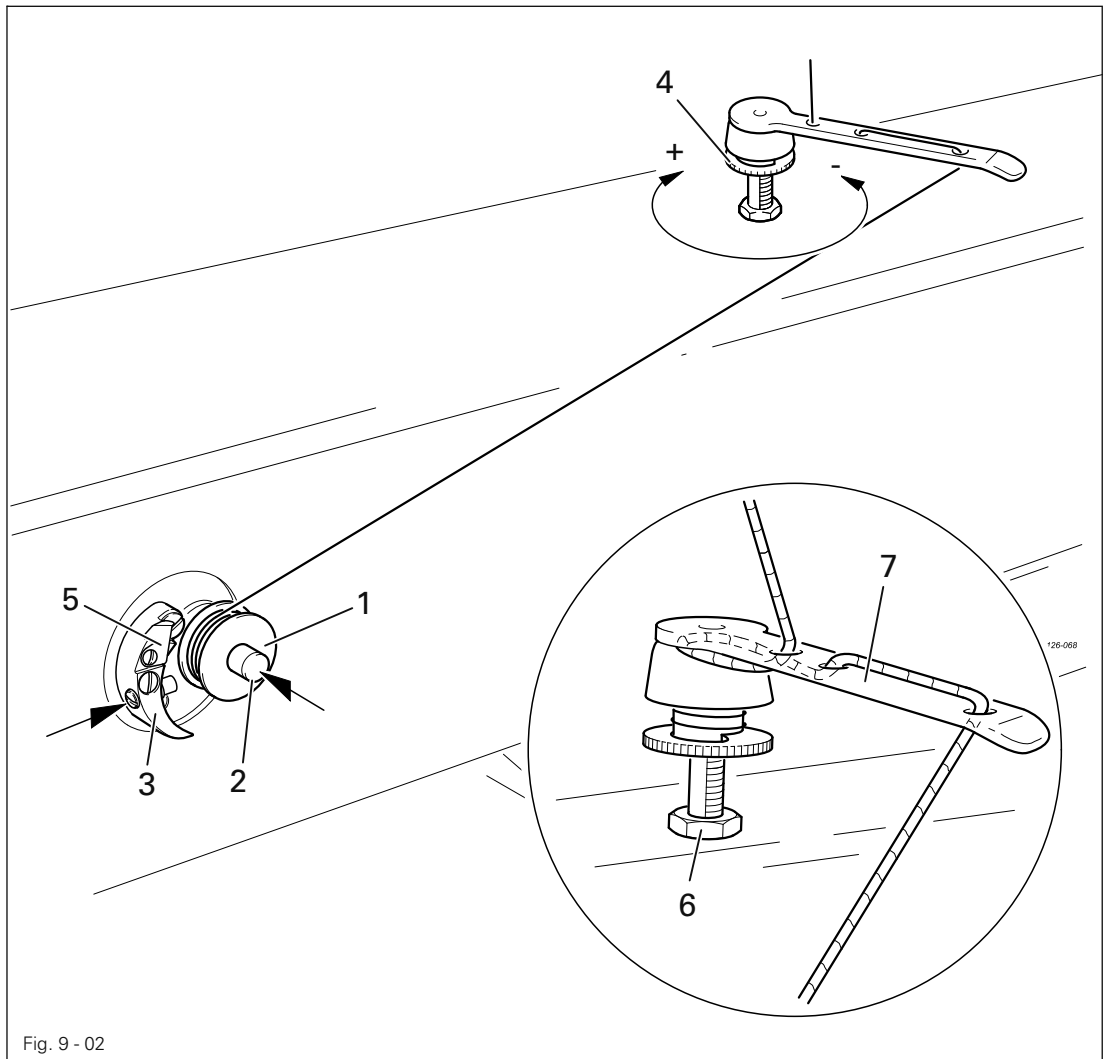

Fig. 9-02
- Enhebre el hilo según la **fig. 9-02** y enróllelo varias veces en el carrete 1 girando en sentido de las agujas del reloj.